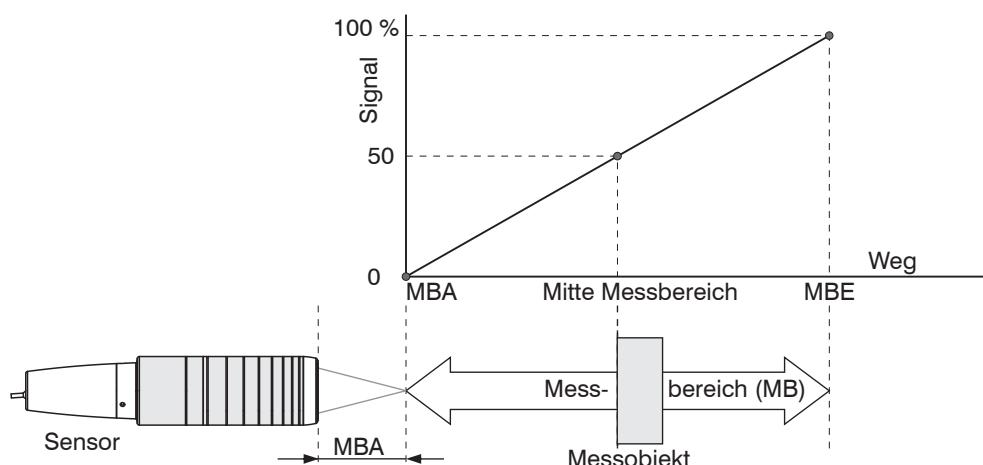

Abb. 6.5: Definition Messbereich und Ausgangssignal
- ▶ Positionieren Sie das Messobjekt in die Mitte des Messbereichs, siehe Abb. 6.5. Verändern Sie kontinuierlich die Messrate, bis Sie eine hohe Signalintensität erhalten, die aber nicht übersättigt ist.